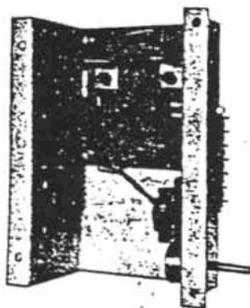

Figura III.26.- Regulador de Voltaje REGUTRON®.
d). Volver a poner en marcha el generador y acelerarlo hasta la velocidad especificada. Mientras vigila el voltaje de salida con un voltímetro, girar lentamente hacia la derecha el potenciómetro de Ajuste Manual de Voltaje para obtener el voltaje deseado. Figura III.26.